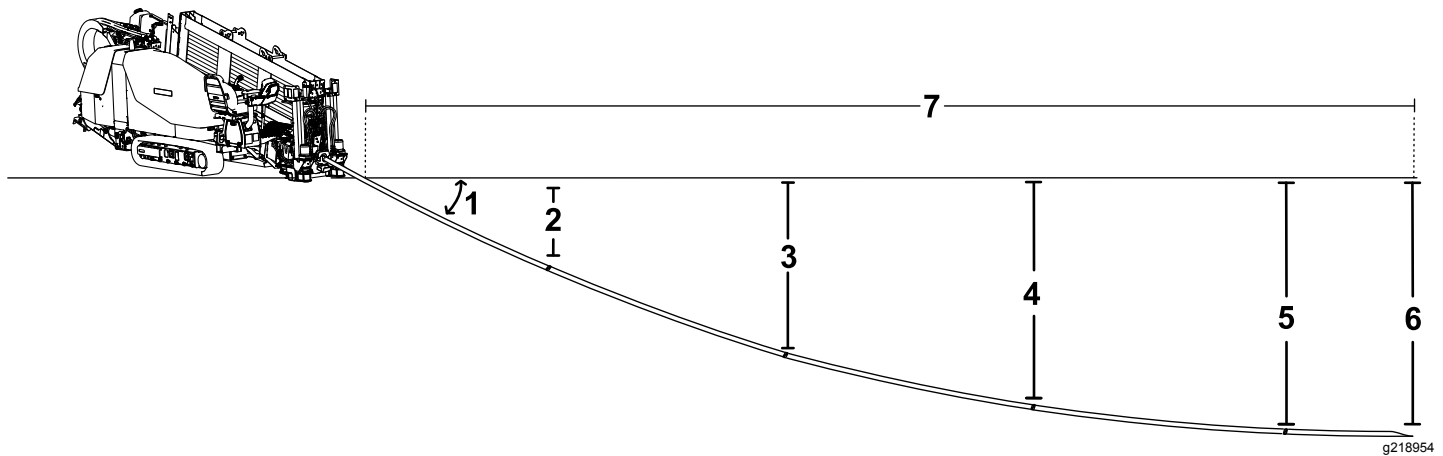

Figura 44
- Se insertan los primeros 3 m (10 pies) de broca/tubo en el suelo sin desviación. El extremo de la broca está a una profundidad de 76 cm (30") (Figura 44).